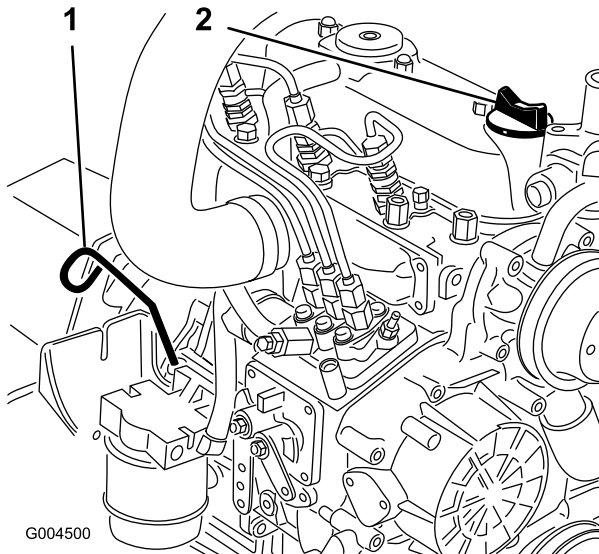

Figura 42
3. Retire la varilla (Figura 42), límpiela, y vuelva a colocarla. Retire la varilla y compruebe el nivel de aceite.
4. Si el nivel de aceite está por debajo de la marca Lleno, retire el tapón de llenado (Figura 42) y añada aceite hasta que el nivel llegue a la marca Lleno de la varilla.